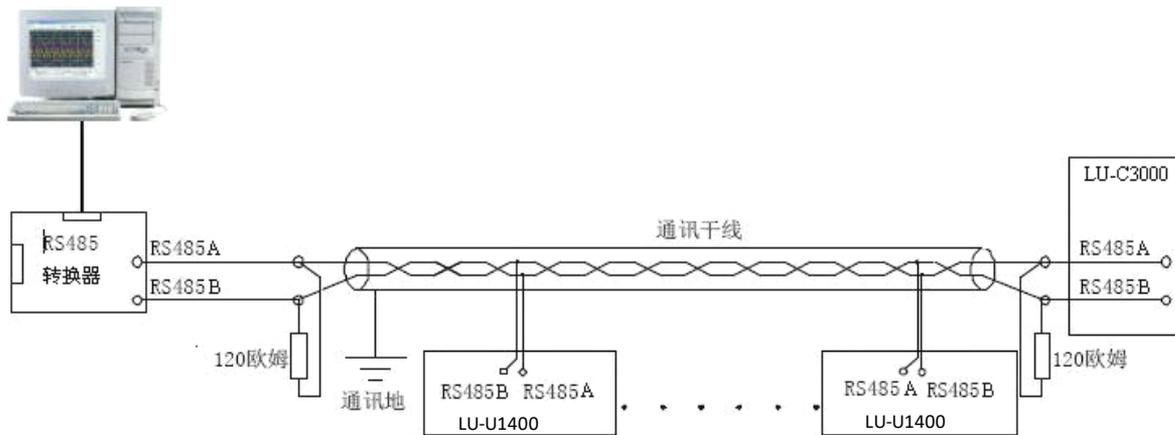

图5.2 RS485通讯接口方法
**硬件连接：**LU-R/C1400无纸记录仪的RS485通讯线采用三芯屏蔽线，其一端通过RS232/485转换模块接到计算机的串行通信口，另一端接到记录仪接线端子的1（B）和3（A）脚上。其连接方式见图5.2。